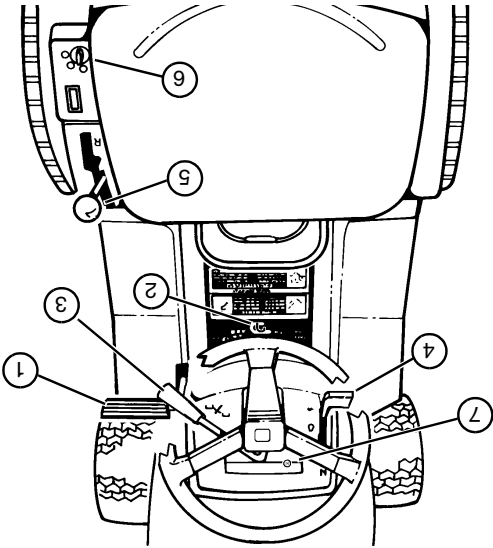

FIGURA 13
- Disinnestare la trasmissione delle lame spostando la leva della presa di forza (3) all'indietro (vedere FIGURA 13).
- Spostare la leva della trasmissione (5) su folle (N).
- Inserire la chiave di avviamento nell'interruttore (6).
- Spingere e tenere premuto il pedale (1) completamente in fondo (oppure bloccare il freno di parcheggio come descritto in precedenza).